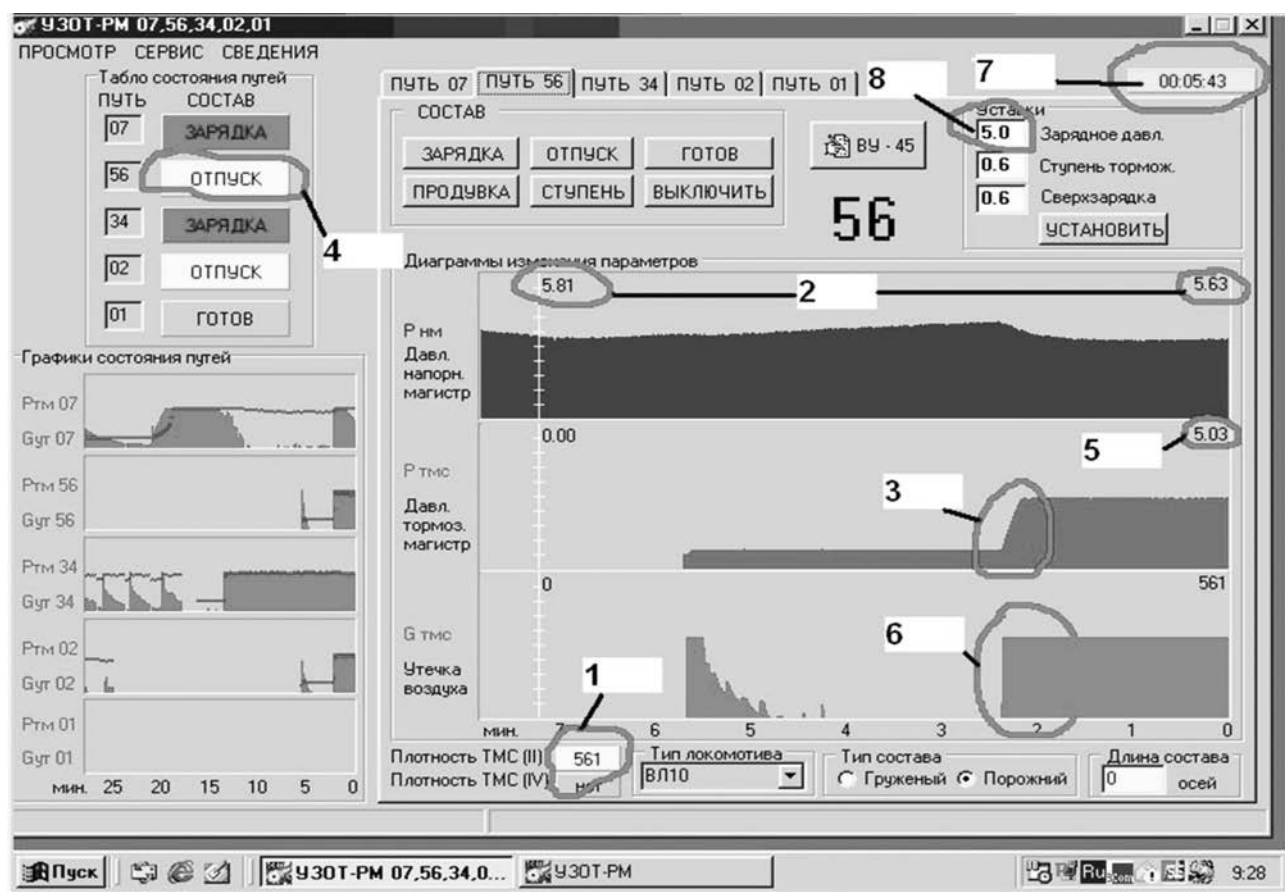

Рис. 8. Вид рабочего окна программы УЗОТ-РМ в режиме «ОТПУСК»
- при установке в окне СОСТАВ режима «ОТПУСК» на табло состояния путей (верхний левый угол, рис. 8) загорается надпись «ОТПУСК», поз. 4;
- появляется скачок на диаграмме давления тормозной магистрали $P_{\text{тмс}}$, поз. 3, от давления продувки до зарядного давления с пределами 4,85–5,15 кгс/см² (рис. 8, поз. 5, 8). Отсутствие скачка на диаграмме $P_{\text{тмс}}$ или недостаточное давление 4,85–5,15 кгс/см² являются признаками неисправности установки;
- давление напорной магистрали $P_{\text{нм}}$ (рис. 8, поз. 2) должно быть в пределах 6,5–9,0 кгс/см²;
- плотность ТМС (II) для установки УЗОТ-РМ — должна быть надпись «Нет», (рис. 8, поз. 1), так как состав
не подключен к ПК, наличие любого другого значения свидетельствует о возможной неполадке датчика учета плотности или сбое в программе установки (рис. 8);
- в начальный момент времени после повышения давления на диаграмме давления тормозной магистрали $P_{\text{тмс}}$ (рис. 8, поз. 3) возможно кратковременное наблюдение скачка утечки на диаграмме утечки воздуха $G_{\text{тмс}}$, что не является неисправностью. В случае если значение утечки носит не кратковременный характер, это свидетельствует о неисправности датчика давлений или «заедании» хода штока поршня датчика (рис. 8, поз. 6).